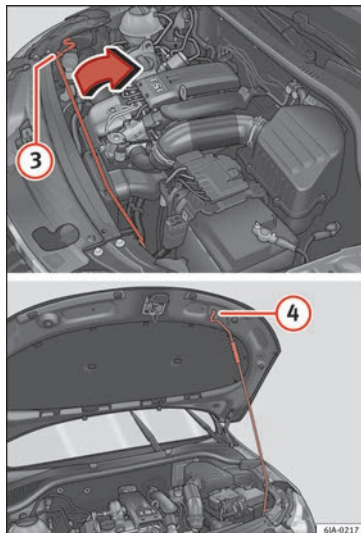

Fig. 205 Verrouillage du capot du compartiment moteur.
- Sortez la béquille (3) » fig. 205 de sa fixation dans le sens de la flèche et bloquez le capot une fois levé de sorte que l'extrémité de la béquille s'accroche dans l'ouverture située sur le capot (4).